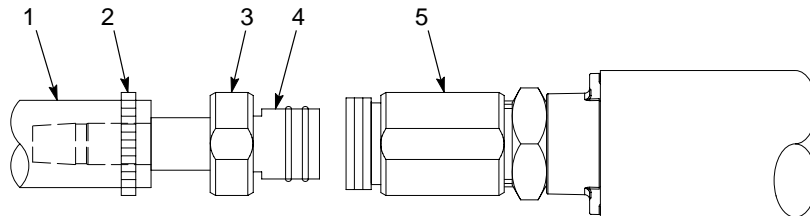

Figura 3-4 Instalación de la manguera de alimentación de polvo
1. Ver la figura 3-4. Desenroscar la tuerca del conector de manguera (3) y retirarla junto con el conector de manguera estriado (4) del cuerpo del conector de manguera (5). Dejar la tuerca instalada en el conector de manguera estriado.
2. Deslizar la abrazadera de manguera (2) suministrada por la manguera de alimentación de polvo (1).